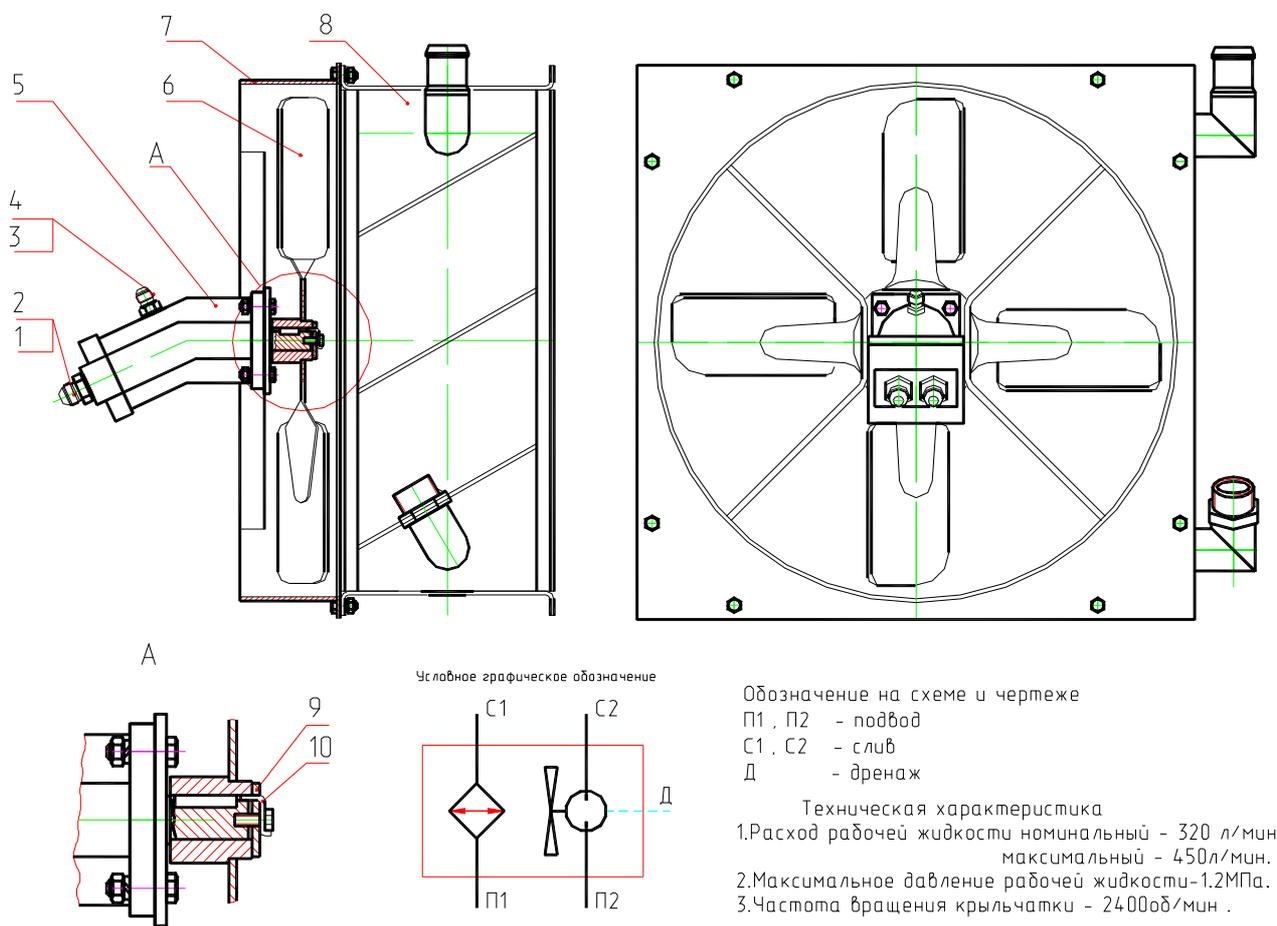

Рис. 58 Маслоохладительная установка
14. МАСЛООХЛАДИТЕЛЬНАЯ УСТАНОВКА (рис. 58)